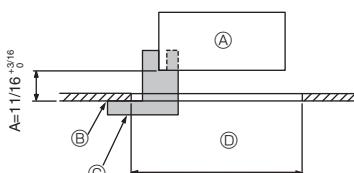

Fig. 9-2
①	Dimensiones de la rejilla	1	950 x 950 (mm), 37-3/8 x 37-3/8 (pulgadas)
②	Calibre de instalación	1	(Dividido en 4 partes)
③	Tornillo (4 x 16)	1	para PLA-A-EA*
④	Panel angular del i-see sensor	1	para PLA-A-EA*
9.2. Preparación para conectar la rejilla (Fig. 9-2)
- Con el calibre ② que se entrega con este equipo, ajuste y compruebe la posición de la unidad principal en relación con la superficie del techo. Si la unidad principal no está colocada en el techo de forma adecuada, podrían producirse escapes de aire o generarse condensación.